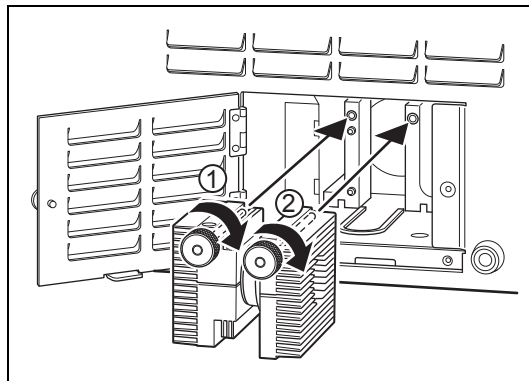

Рисунок 6.4
- 1** Держите картридж лампы таким образом, чтобы два винта на картридже лампы находились спереди, и полностью вставьте его в корпус, при этом удерживая его прямо. (см. рисунок 6.4.)